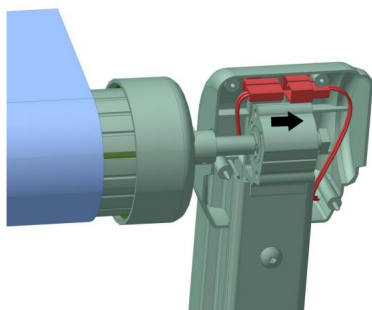

Abbildung D15
3.7.1 Die dekorative Abdeckung auf die Oberseite des motorseitigen Klapparms setzen (Abbildung D15), schließen Sie die Motorverkabelung an und bringen Sie die dekorative Abdeckung wieder an. (Abbildung D16)